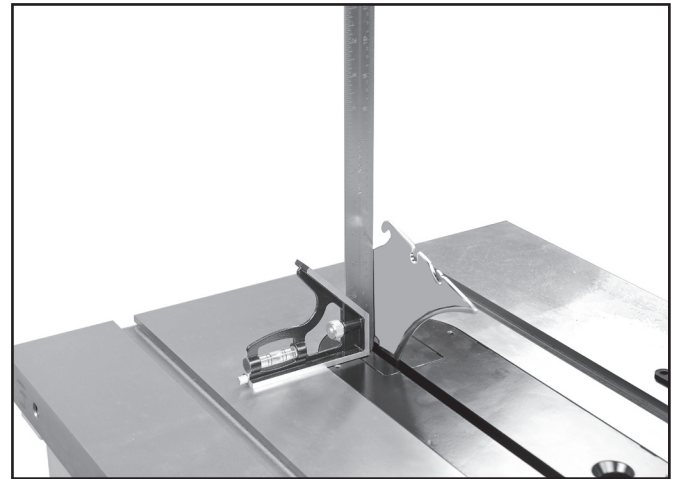

FIG. 34
8. Coloque una escuadra en forma plana contra el hendedor y verifique que esté perpendicular y alineado con la hoja. (Fig. 34)